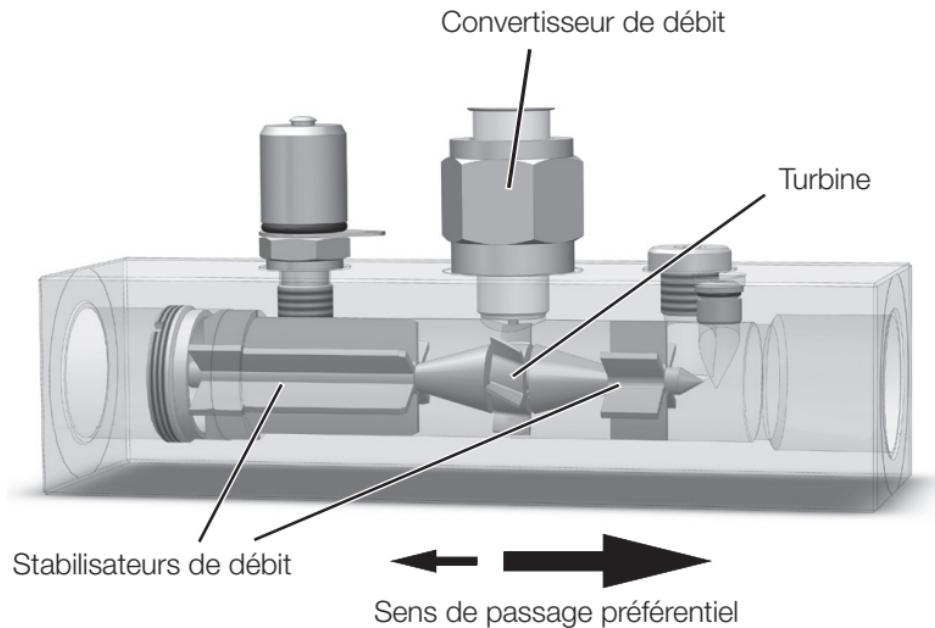

Fig. 2: Structure et fonctionnement
-  Ne jamais dévisser le convertisseur de débit (☞ Fig. 2 à la page 110) du boîtier !
- ▶ Ne jamais faire pivoter le convertisseur de débit (☞ Fig. 2 à la page 110) ni le dévisser du boîtier !